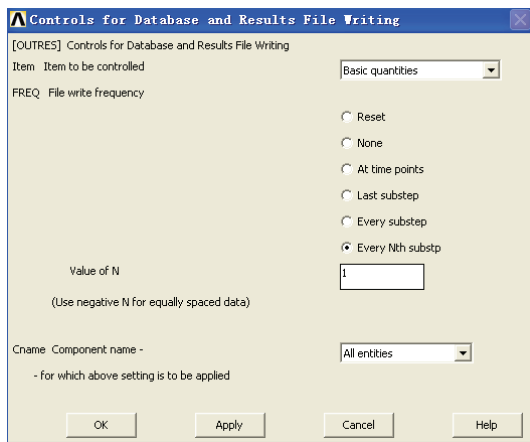

图 4-48 写入结果文件设置对话框
12) 选择 Main Menu | Solution | Load Step Opts | Output Ctrl's | DB/Results File 命令, 出现 Controls for Database and Results File Writing 对话框, 参照图 4-48 对其进行设置, 单击 OK 按钮关闭该对话框。